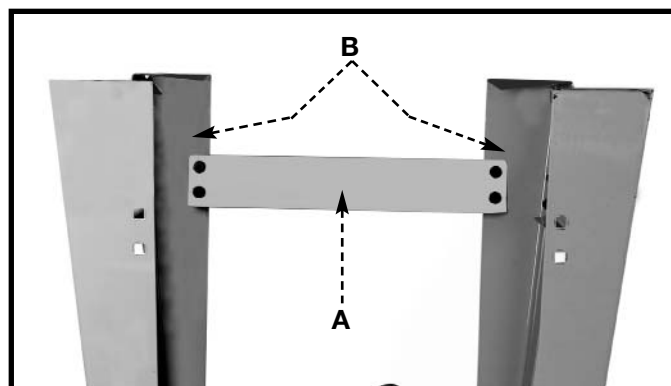

Fig. 15
19. Alinee los cuatro agujeros del refuerzo largo (A) Fig. 15 con los cuatro agujeros de las dos patas (B).